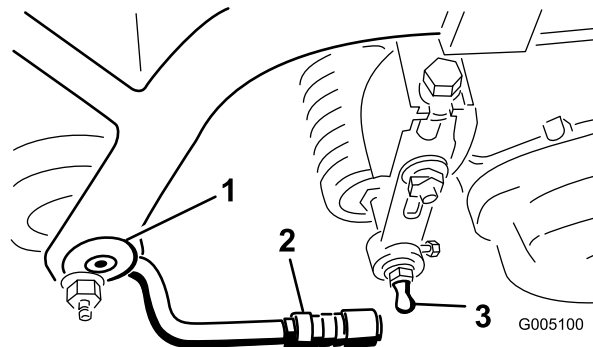

Figure 9
2. Placez une rondelle et une rotule à chaque extrémité du rouleau avant sur les plateaux de coupe (Figure 9).
4. Repoussez la gaine sur la rotule et tournez le bras de traction vers le bas pour que la boîte s'adapte sur la sphère. Relâchez la gaine pour qu'elle vienne recouvrir le goujon et solidarise les ensembles (Figure 9).